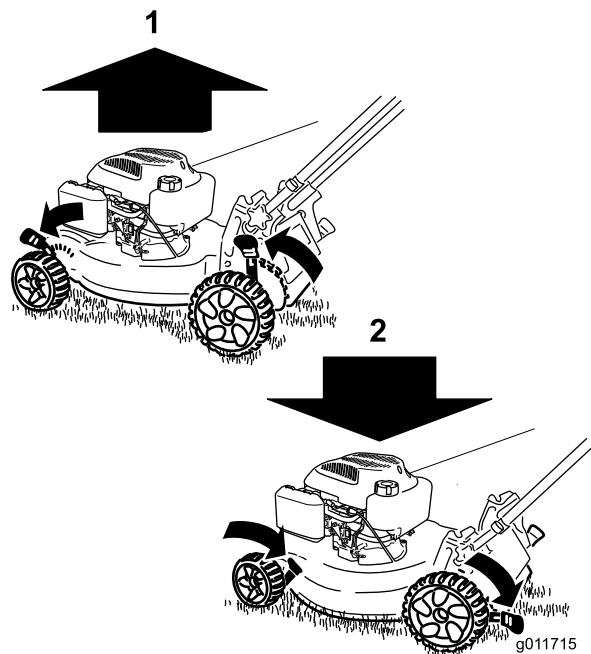

Рисунок 9
**Примечание:** Для того чтобы поднять газонокосилку, переместите все рычаги регулировки высоты вперед; для опускания – переместите все рычаги назад (Рисунок 9).